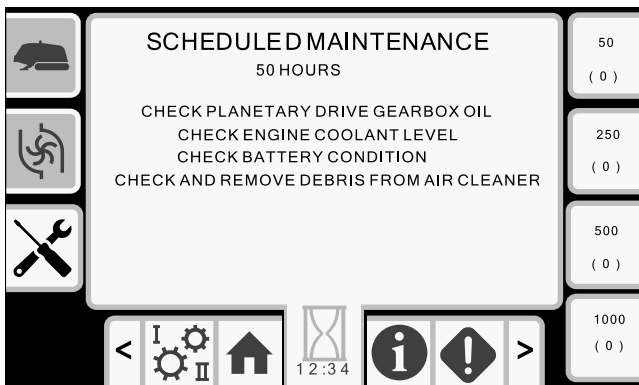

Bild 48
- Taste 5: Wartungsplan mit 50 Stunden (Bild 48)